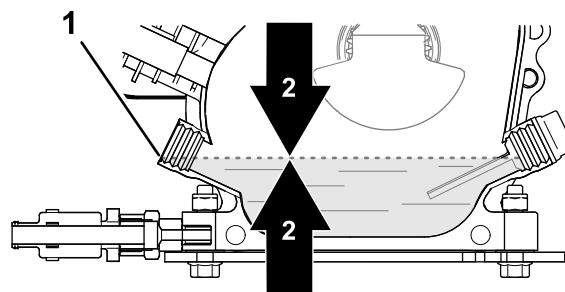

Bild 29
4. Prüfen Sie den Ölstand (Bild 29).